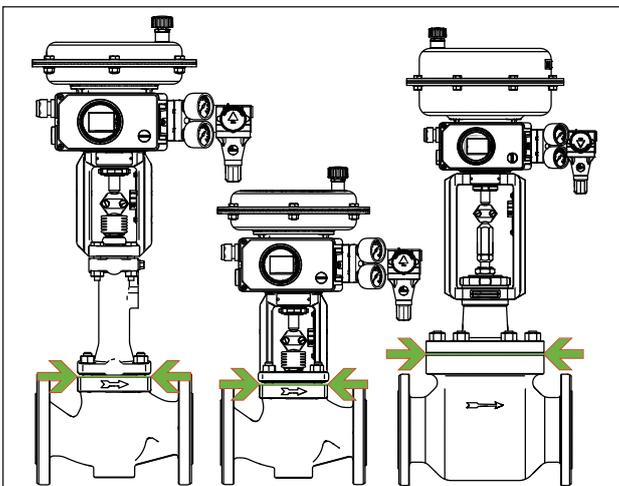

Bild 21: Grenze der Einisolierung von Stellventilen (Beispieldarstellung)
- ⇒ Stellventile nur bis zum Deckelflansch der Ventilgehäuse einisolieren, vgl. Bild 21. Dies gilt auch für Ausführungen mit Balg- oder Isolierteil bei Mediumtemperaturen unter 32 °F (0 °C) oder über 428 °F (220 °C). Wird das Isolierteil mit einisoliert, verliert es seine Funktion!